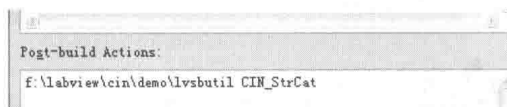

图 8-22 编译后自动转换成 LSB 文件
step 5 设置“Build Step”，在“Post Build Action”中加入编译后要执行的操作，如图 8-22 所示。设置后，文件编译完成，自动调用 lvsutil.exe 文件，该文件负责把 DLL 文件转换为 LSB 文件。